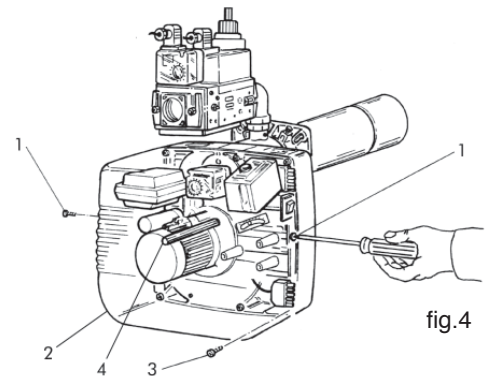

fig.4
Pour accéder aux éléments principaux, il suffit de retirer le coffre comme indiqué à la (fig.4). Pour l'entretien de la tête de combustion, procéder comme suit:
- Dévisser les vis 1 et retirer le coffre 2 (fig.4).
- Dévisser les vis 3 et le pivot central 4 (fig.4).